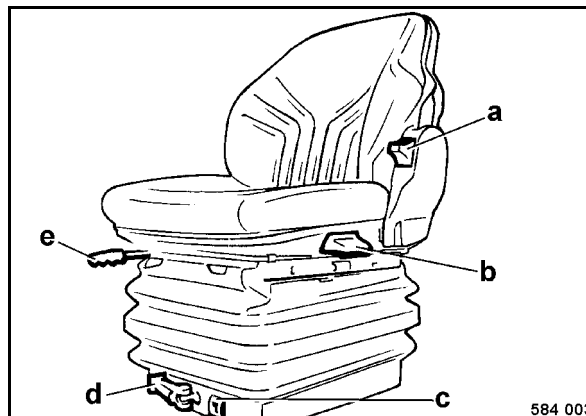

Fig. 77
- Ajustar el asiento en sentido longitudinal, a este efecto hay que sacar la palanca e (Fig. 77) y desplazar el asiento hacia delante o atrás.